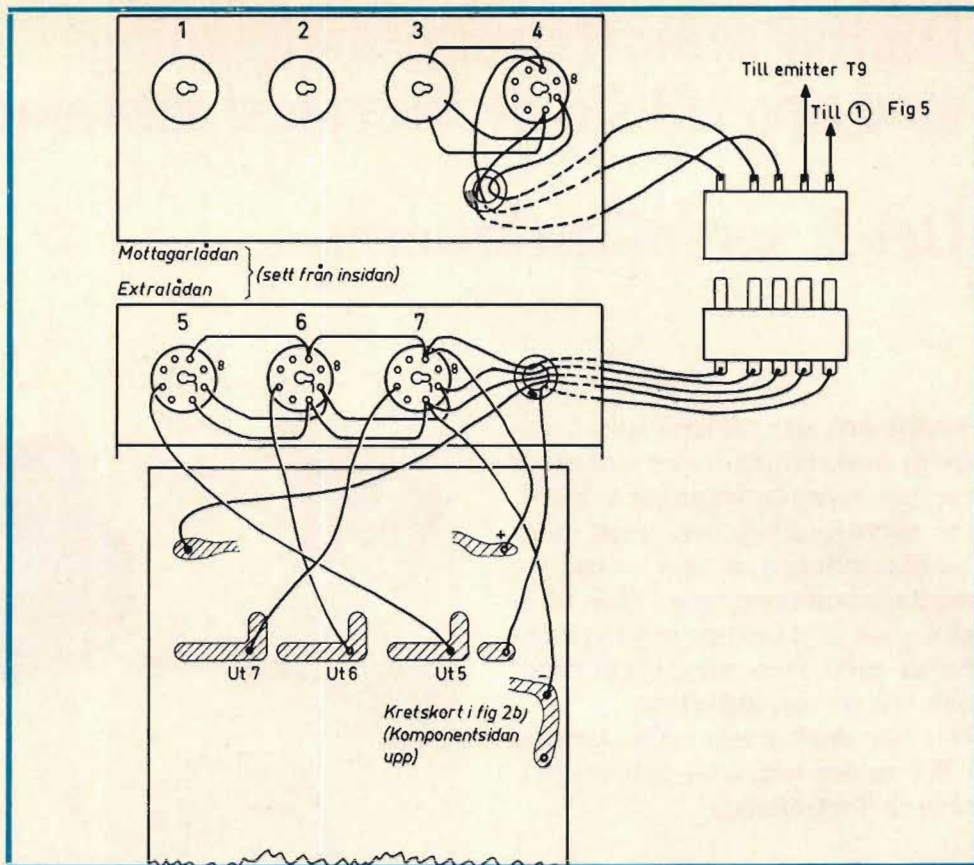

Fig 4. Inkoppling av kretskortet i fig 2 b, sammankopplingen av de tre extra dekoderstegen samt överföring av drivspänningar.
Beträffande komponentplaceringen för dekoderdelen hänvisas till beskrivningen i mottagardelen (2). Anslutningarna framgår av fig 4.